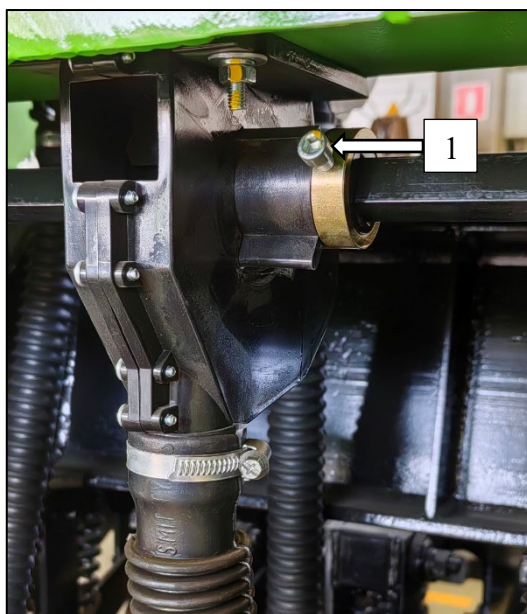

Рисунок 58 – Дозатор зернотукового и сеянного бункеров
Прежде чем перекрывать дозаторы, рекомендуется выставить необходимую норму высева и выполнить контрольную проверку. Для перекрытия необходимого дозатора сеянного и зернотукового бункера необходимо ослабить затяжку винта (1), фиксирующего катушку дозатора на приводном валу. Сместить катушку относительно дозатора так, чтобы рабочая часть катушки была полностью выдвинута за пределы корпуса дозатора, рис. 58.